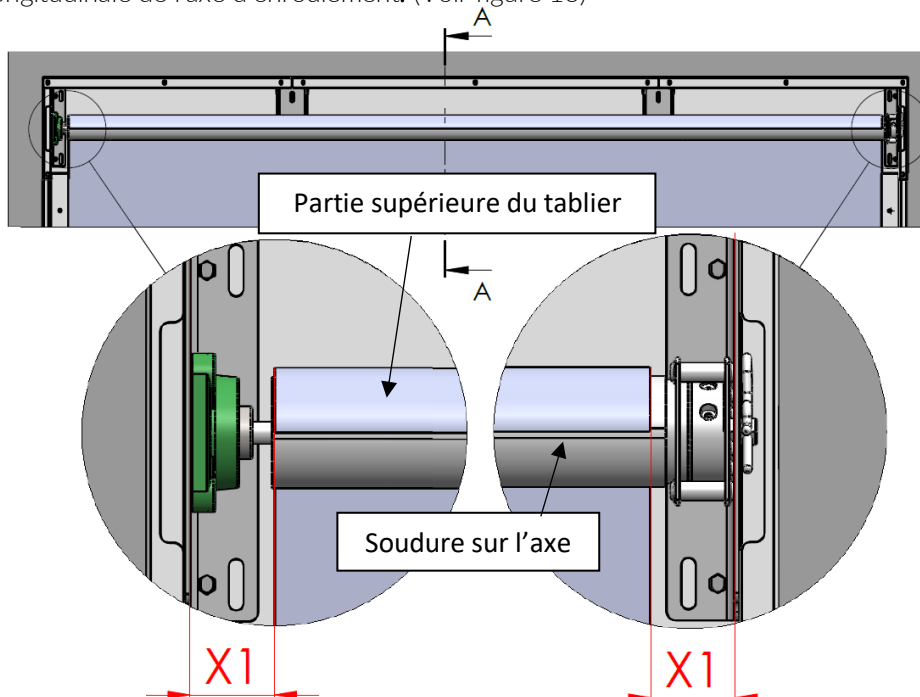

Fig. 13
- Positionnez le tablier à l'axe du tube d'enroulement, alignez les distances entre le bord latéral du tablier et la console des deux côtés. Alignez le bord supérieur du matériau avec la soudure longitudinale de l'axe d'enroulement. (Voir figure 13)